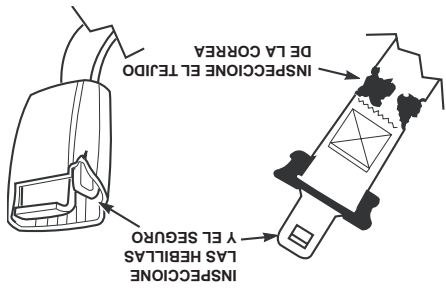

Figura 2-3. Inspección del cinturón de seguridad
1. Revise la longitud completa de las correas para detectar si hay cortes, desgaste, roturas, suciedad y rigidez. Vea la Figura 2-3.
3. Revise la hebilla y el seguro para verificar su correcto funcionamiento y determine si la placa de cierre está excesivamente gastada, deformada o si la hebilla está dañada o agrietada. Vea la Figura 2-3.